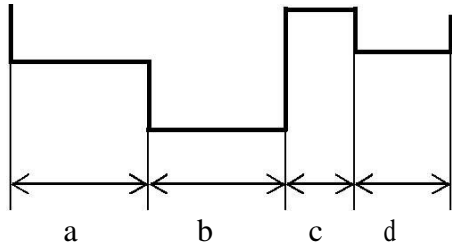

Рис. 7.
**Цепь**  (рис.7) проставляет цепочку размеров (горизонтальных и вертикальных).